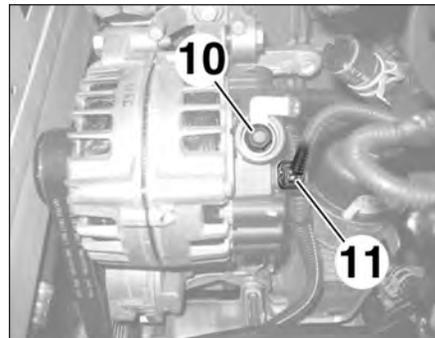

FIG.5
- Déposer l'écrou (10) (Fig.5).
- Débrancher le connecteur (11) et le câble d'alimentation.